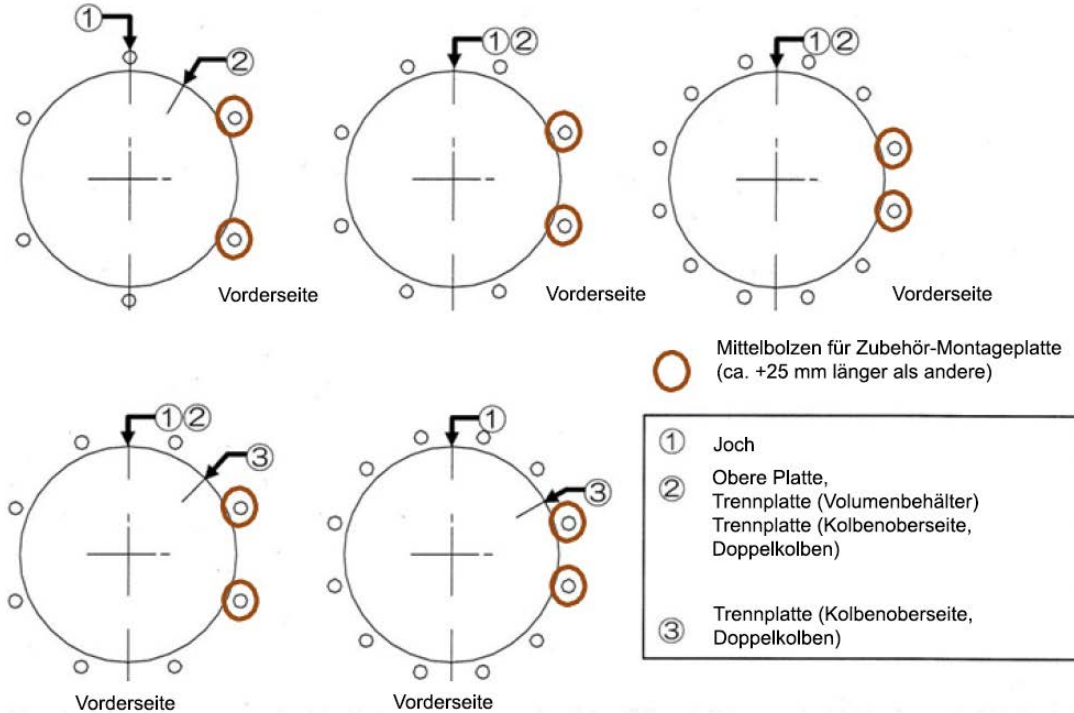

Abbildung 13 – Positionierung der Mittelbolzen
7. Setzen Sie das Zylinderrohr (14) und die obere Platte (17) nur mit axialer Bewegung wieder ein. Bringen Sie auf die Innenfläche des Zylinderrohrs Silikonfett auf.
8. Stellen Sie sicher, dass die Positionen der Luftanschlüsse korrekt sind. Setzen Sie die Mittelbolzen in die Bohrungen der oberen Platte und des Jochs ein. Montieren Sie die Federringe und Muttern und ziehen Sie diese von Hand leicht an. Montieren Sie die Federringe und Muttern von Hand an der Unterseite des Jochs. Stellen Sie sicher, dass die Position der Mittelbolzen (ca. +25 mm länger als andere) für die Zubehör-Montageplatte, falls vorhanden, der Abbildung 13 entspricht.